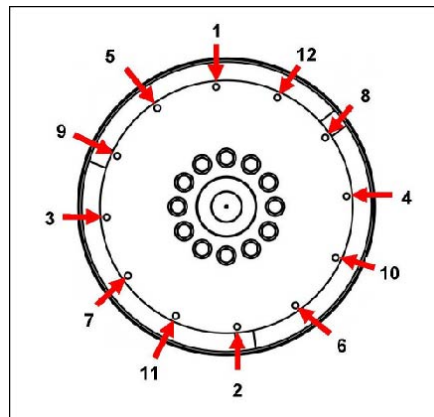

図 22. 固定手順
10. アラインメント ダウエルを取り外します。肉厚ワッシャーをヘッドの下で使用して、カップリング ボルトを取り付けます。表示の順番で、ボルトを締め付けて、カップリング ディスクをフライホイールに固定します 図 22 ページ 41。